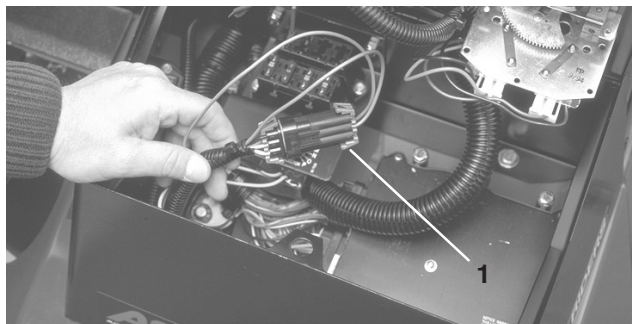

Bild 32
2. Öffnen Sie die Armaturenbrettdeckung. Ermitteln Sie den Kabelbaum und den Rückführungsstecker. Ziehen Sie den Rückführungsstecker vorsichtig aus der Kabelbaumbuchse (Bild 32).